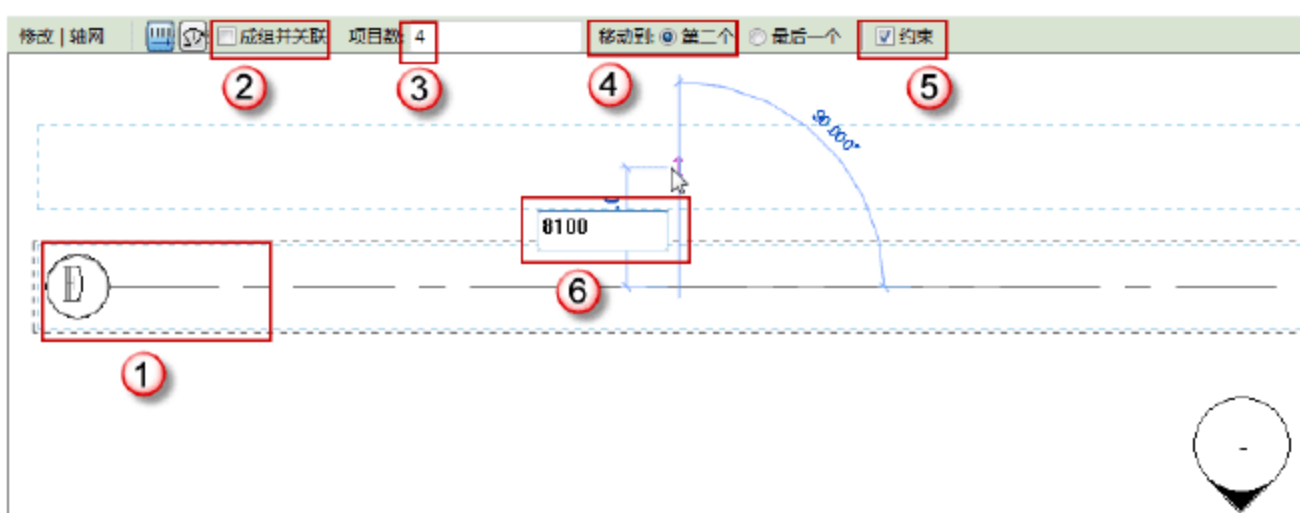
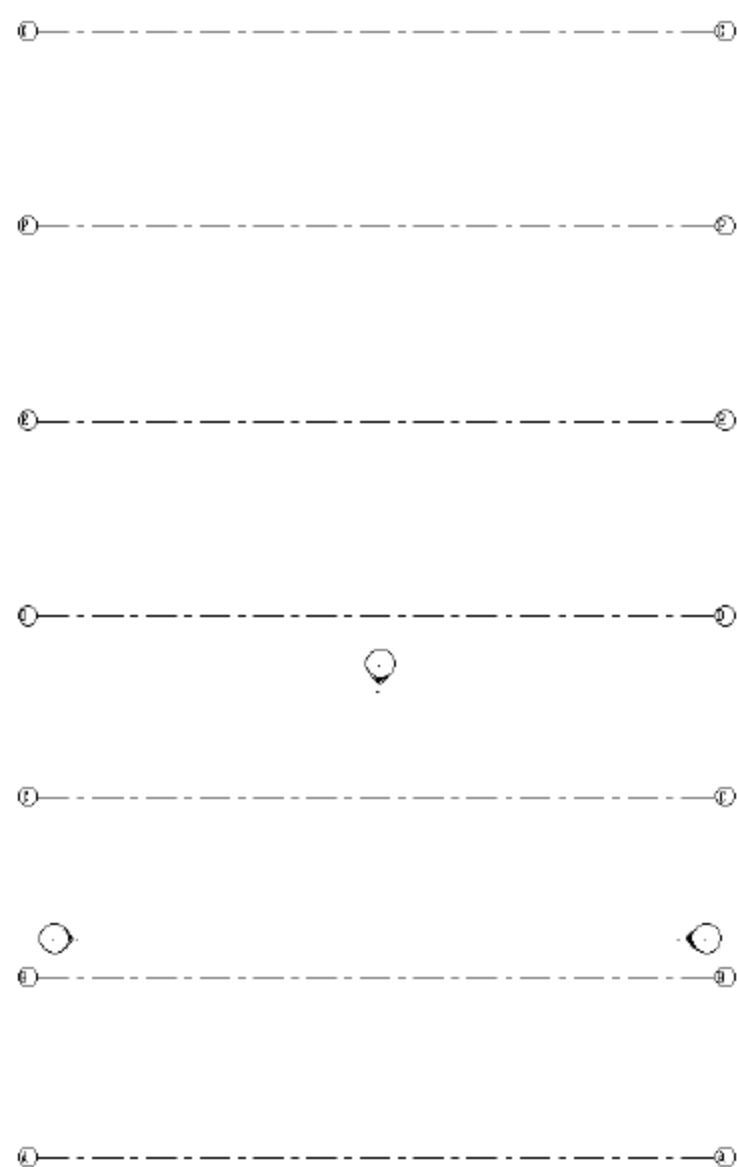

图 1.3.7 阵列轴线
图 1.3.8 完成阵列
(6) 阵列轴线 2。选择第 (5) 步已经绘制完成的 D 轴线，按快捷键 A+R，取消“成组并关联”的选择，“项目数”设为 4，“移动到”选“第二个”单选按钮，选中“约束”复选框，将光标向上移动，输入数值 8100，如图 1.3.7 所示。按 Enter 键，完成对轴线的阵列，系统会以 8100mm 为间距，再生成 3 个轴线，如图 1.3.8 所示。